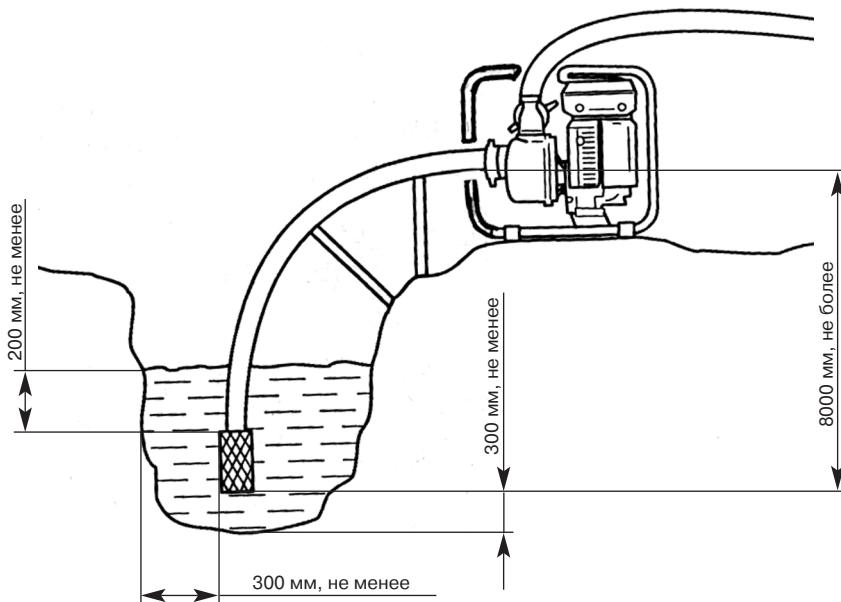

рис. 4
6.7. Установить мотопомпу вблизи водоема (емкости); опустить фильтр всасывающего рукава в водоем, обеспечив вертикальное положение фильтра, как показано на рис. 4; отвернуть верхнюю пробку 10; залить через воронку чистую воду до полного заполнения внутренних полостей насоса, напорный рукав у патрубка при этом должен быть выше на 70—100 мм от корпуса насоса. Признаком полного заполнения является отсутствие выхода воздушных пузырьков из корпуса. Плотно от руки заверните пробку 10. Мотопомпу установить на ровную площадку с минимально возможным наклоном относительно горизонтальной поверхности, но не более 10° во избежание поломки двигателя из-за недостаточной смазки.
- установить мотопомпу как показано на рис. 4;